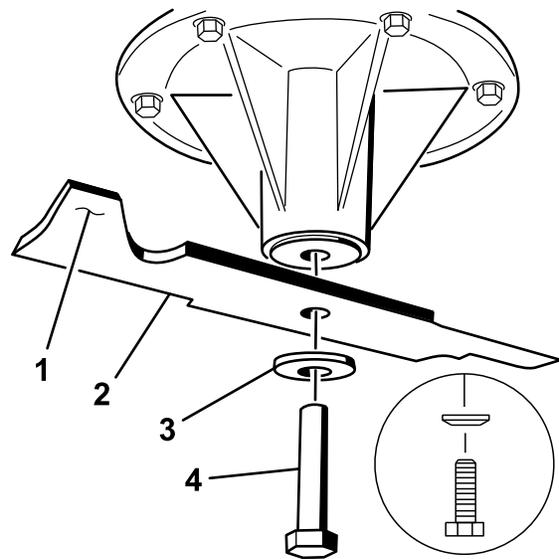

Figura 101
2. Retire del eje el perno de la cuchilla, la arandela curva y la cuchilla (Figura 101).